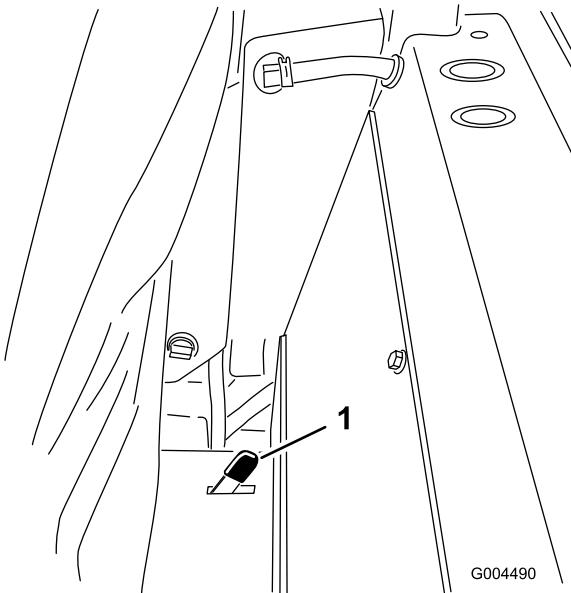

Figura 34
2. Presione uno de los enganches del asiento situados detrás y en los lados del mismo hacia atrás para desenganchar el asiento, y tire hacia adelante la parte superior del asiento (Figura 34).